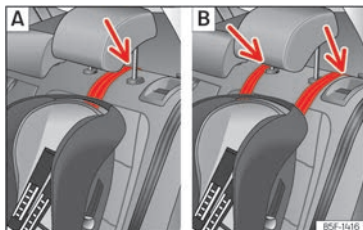
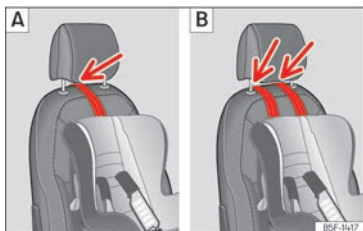

Abb. 45 Rücksitze: Einstellung und Einbau unter Verwendung des Top Tether-Gurts.
Abb. 46 Beifahrersitz: Einstellung und Einbau unter Verwendung des Top Tether-Gurts.
- Führen Sie den Gurt unter der Kopfstütze durch (in Abhängigkeit der Gebrauchsanweisungen des Kindersitzes ggf. Kopfstütze anheben oder entfernen) >>> **(Abb. 45)**, >>> **(Abb. 46)**.